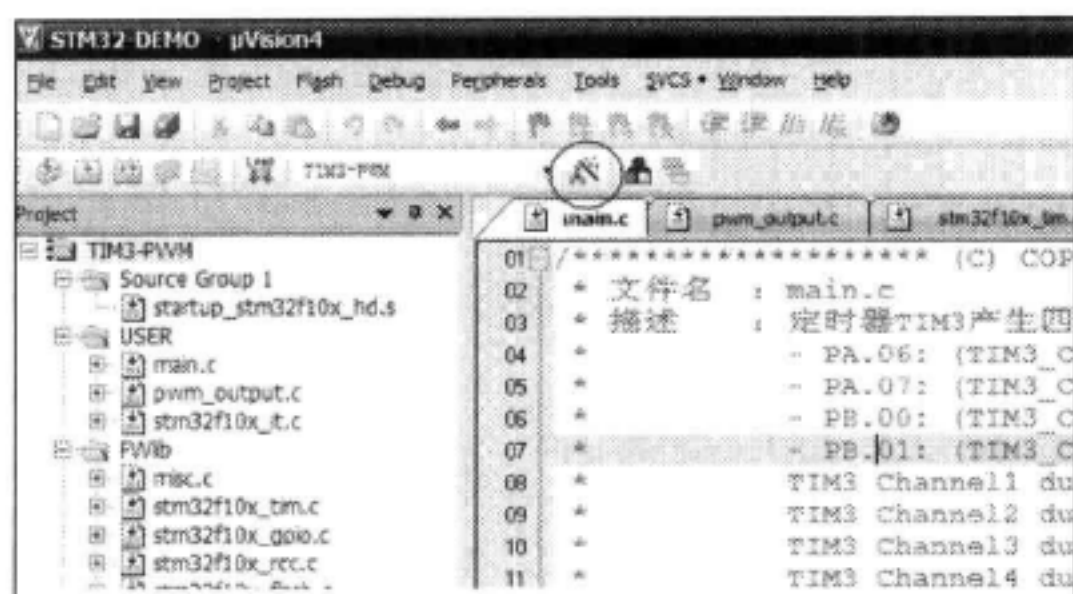

图 13-10 打开 Target Option 设置
- 1) 点击 Target Options 选项图标, 见图 13-10。